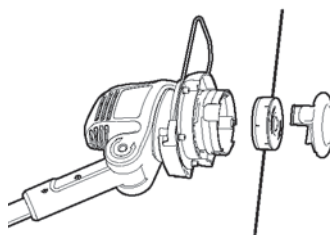

Imagen.24
- > Extraiga el carrete del cabezal cortador (Imagen 24).